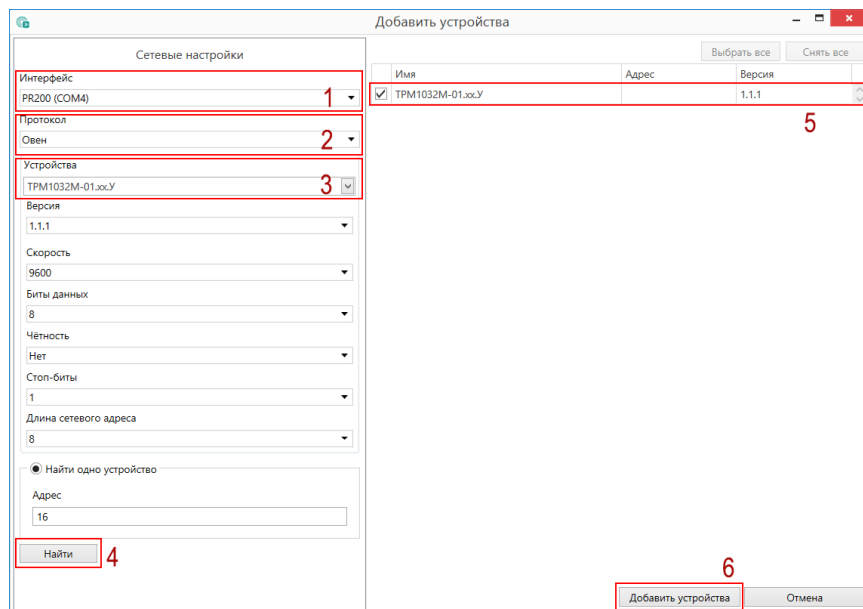

Рисунок 6.2 – Настройки связи с устройством
6. Выбрать интерфейс для подключения (см. рисунок 6.2, 1). Номер COM порта, присвоенный прибору, можно узнать в Диспетчере устройств Windows.
7. Выбрать протокол **ОВЕН** (см. рисунок 6.2, 2).
8. Выбрать устройство (см. рисунок 6.2, 3). Модификация прибора указана на боковой стороне прибора.
9. Выбрать **Найти одно устройство**, если добавляется один прибор. Запустить поиск нажатием на кнопку **Найти** (см. рисунок 6.2, 4).
10. Выделить найденное устройство (см. рисунок 6.2, 5).
11. Добавить устройство в проект Конфигуратора по нажатию кнопки **Добавить устройства** (см. рисунок 6.2, 6).
Допускается обновление одного или нескольких устройств. Следует выделить нужные устройства из списка (см. рисунок 6.2, 5) и выбрать **Обновить устройство** в контекстном меню или главном меню.